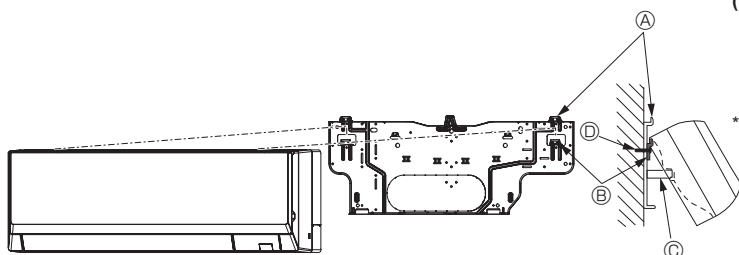

Fig. 3-13
- Якщо внутрішній блок не можна повісити та підняти за допомогою звичайного гачка (розмір 2.1. Ⓢ (зазор між стелею та пристроєм) становить 75 мм або менше), слід повісити блок на нижній гачок для установлення труби ліворуч. (Fig. 3-13)
(Fig. 3-13)